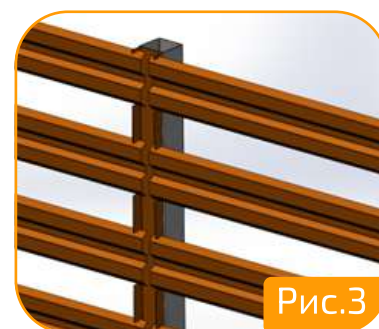

Рис.3
3. Установленные планки опорные стойки М-110 60x2000 мм также являются направляющими следующей секции (или окончанием забора). (Рис.3).